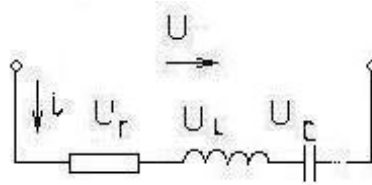

Рис. 2.1 Последовательный  $R, L, C$  контур
*Резонанс напряжений* возможен на участке цепи с последовательным соединением элементов, параметры которых  $R, L, C$ , т.е. в последовательном контуре (рис. 2.1).
Активное сопротивление  $R$ , показанное на схеме рис. 2.1 отдельно, может быть как сопротивление специально включенного резистора, так и сопротивлением проводов катушки индуктивности.